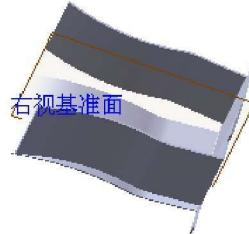

图 1.16 镜像
Step6. 创建图 1.16 所示的镜像。选择下拉菜单 **插入(I)** → **阵列/镜像(E)** → **镜向(M)…** 命令，系统弹出“镜像”对话框；选取右视基准面作为镜像基准面；选择斜接法兰 2 作为镜像的对象；单击 按钮，完成镜像的创建。